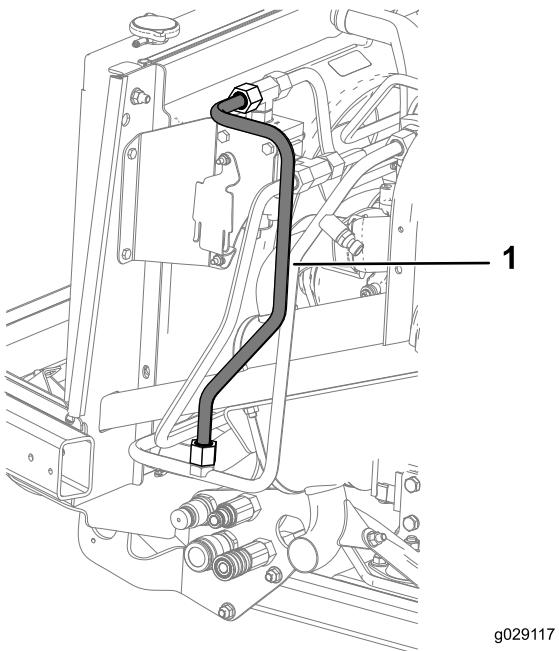

Bild 26
- Befestigen Sie den Hydraulikschlauch E vom Hydraulikschlauch H am T-Adapteranschlussstück (5/8", Außengewinde) am rechten Verteiler, wie in Bild 26 abgebildet.